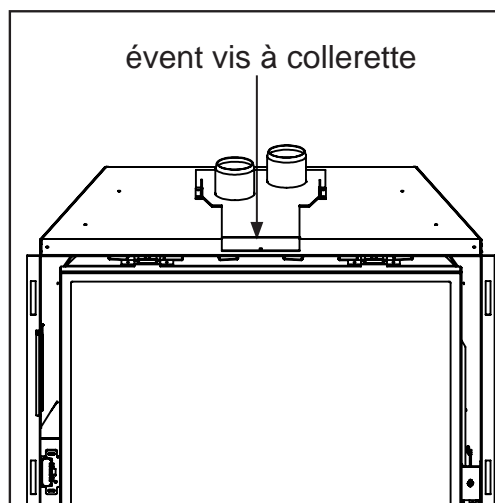

Figure 31: événement emplacement de la vis collier plaque.
8. Appliquez un cordon de mastic à base de ciment sur le tuyau de Ø3 "(76mm) de la sortie de ventilation. Faites glisser la gaine flexible sur la bouche de ventilation et fixez-la avec trois (3) vis à tôle espacées de manière uniforme.
9. Placez un cordon de silicone à haute température sur le collier d'admission de la bouche de ventilation. Faites glisser la gaine de prise flexible Ø3 "(76mm) sur le collier, fixez la gaine flexible avec trois (3) vis à tôle espacées régulièrement. Fixez la bouche d'évent à la cheminée en utilisant un produit d'étanchéité approprié et conformément aux codes de construction locaux.
10. Si l'ouverture du foyer est inférieure à 610 mm (24 "), retirez la plaque du collier de ventilation du haut de l'insert en dévissant la vis de 5/15" située sur la partie supérieure centrale du poêle au-dessus de l'ouverture de la porte (voir Figure 31). Faites glisser la plaque de collier vers l'arrière. Fixez correctement la plaque du collier de ventilation au revêtement (s) de conduit de ventilation flexible (s) précédemment installé (s) dans la cheminée. Veillez à ne pas trop étirer la doublure.
11. Appliquez un cordon de mastic à base de ciment sur la partie supérieure de la plaque de collet d'évacuation Ø3 "(76mm). Faites glisser le conduit de Ø3 "(76mm) sur la buse et fixez-le avec trois (3) vis à tôle espacées régulièrement.
12. Placez un cordon de silicone haute température sur le collier d'admission du foyer, faites glisser la doublure d'admission flexible Ø3 "(76mm) sur le collier, fixez la gaine flexible avec trois (3) vis à tôle espacées régulièrement.